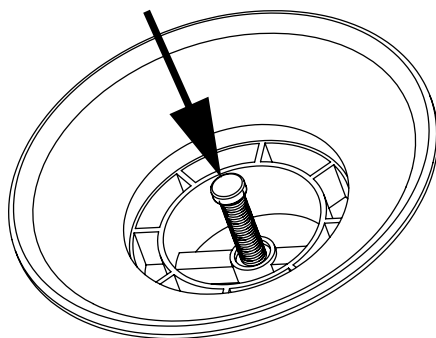

Figure 1. Gonfler / Dégonfler la valva militaire à 2 voies
Votre embarcation Packlite+ utilise deux types de valves. La valve à 2 voies que l'on retrouve sur la chambre à air principale et sur le plancher à mailles coulées offre la fonctionnalité et la durabilité des soupapes de type militaire et est compatible avec la plupart des pompes standard. La figure 1 de la page suivante détaille le fonctionnement de cette valve.
1. Si vous utilisez le plancher à mailles coulées, vérifiez que le piston de valve est en position HAUTE ou de gonflage (voir figure 1). À l'aide de l'adaptateur de pompe approprié, gonflez la chambre du plancher 2 jusqu'à ce qu'elle soit ferme (4 psi à 6 psi **MAXIMUM**). Si vous n'utilisez pas le plancher, passez à l'étape 2.
2. Dans la chambre principale 1, vérifiez que le piston de la valve est en position HAUTE ou de gonflage (voir la figure 1). En utilisant l'adaptateur de pompe approprié, gonflez la chambre principale 1 jusqu'à ce qu'elle soit ferme au toucher (1 psi à 1,25 psi **MAXIMUM**).
1. Retirez le ou les capuchons de la ou des valves principales, poussez les tiges de valve vers l'intérieur et tournez-les en position basse ou de dégonflage (voir la figure 1).